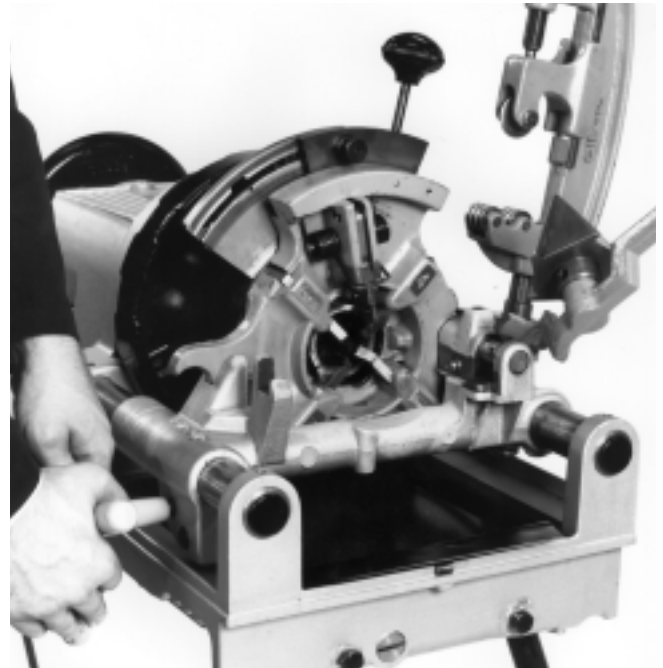

Figura 9 – Cómo comenzar a roscar con el cabezal de retroceso
5. Avance el carro hacia el portaherramientas con un solo movimiento continuo para así afirmar el cabezal de terrajas en el extremo del tubo. Continúe ejerciendo presión sobre el volante para echar a funcionar las terrajas. (Figura 9)